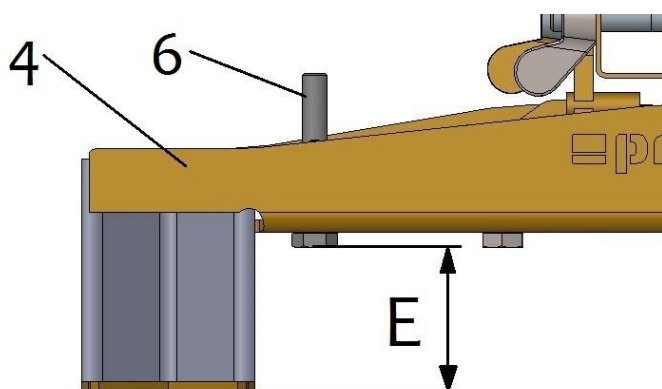

Fig. 3
Il est en outre possible de modifier la profondeur d'immersion E (Et) des mâchoires au niveau de l'adaptateur (4) pour qu'elle corresponde aux produits à manipuler (dalles pour gazon) (→ fig. 3).